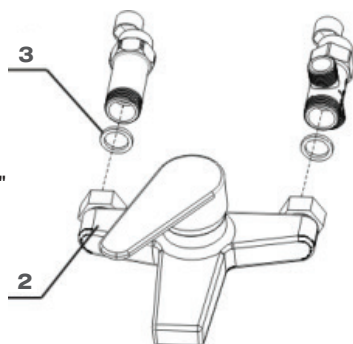

Рисунок 14. Установка смесителя на переходники
- b. Возьмите переходники для горячей и холодной воды и прокладки на 3/4". Подсоедините переходники для горячей и холодной воды к эксцентрикам, как показано на рис. 14. Убедитесь в целостности прокладок.